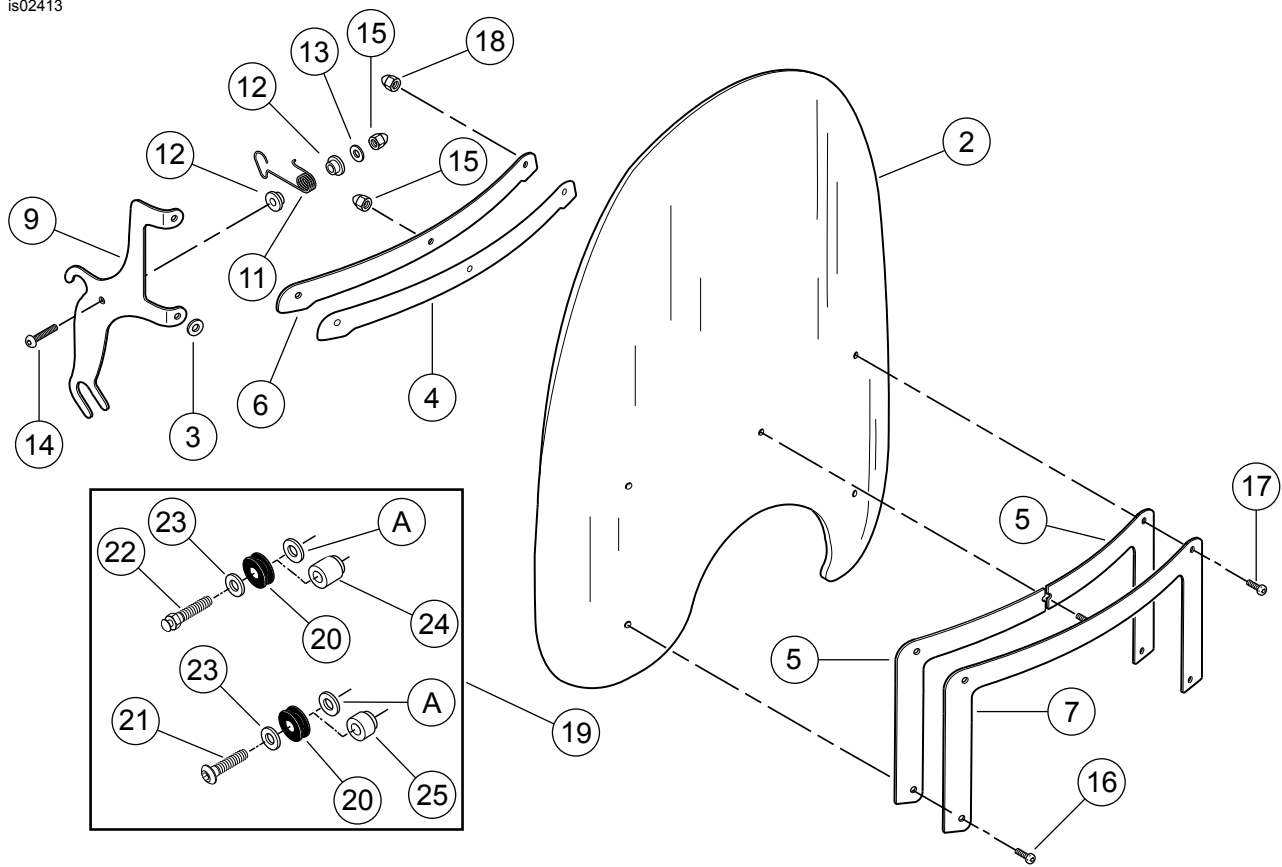

Abbildung 4. Ersatzteile: Abnehmbare Windschutzscheibe
Siehe Abbildung 4 und Tabelle 2.
2. Siehe Abbildung 4. Eine verchromte Halbrundkopfschraube (22) aus dem Satz nehmen. Zunächst eine flache Unterlegscheibe (23), dann eine Buchse (20) und die in Schritt 1 aufbewahrte flache Unterlegscheibe (A) auf das Schraubengewinde aufsetzen.
4. Die untere Schraube und Unterlegscheibe entfernen. Die Schraube kann entsorgt werden; die Unterlegscheibe muss jedoch aufbewahrt werden. Eine verchromte Halbrundkopfschraube (21) aus dem Satz nehmen. Zunächst eine flache Unterlegscheibe (23), dann eine Buchse (20) und die aufbewahrte flache Unterlegscheibe (A) auf das Schraubengewinde aufsetzen.